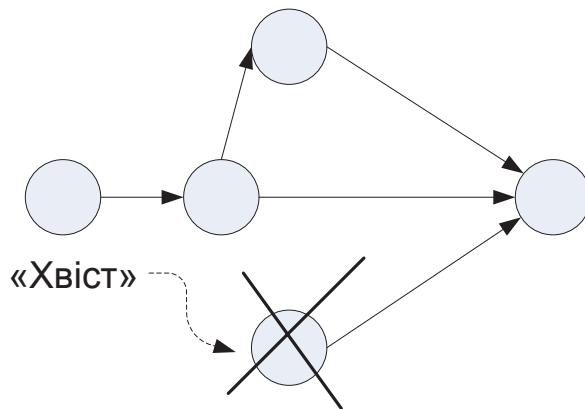

Рис. 5.11. Висяча подія
13. Не повинно бути висячих ("хвостових") подій, крім початкової, яким не передує хоча б одна робота (рис. 5.11).